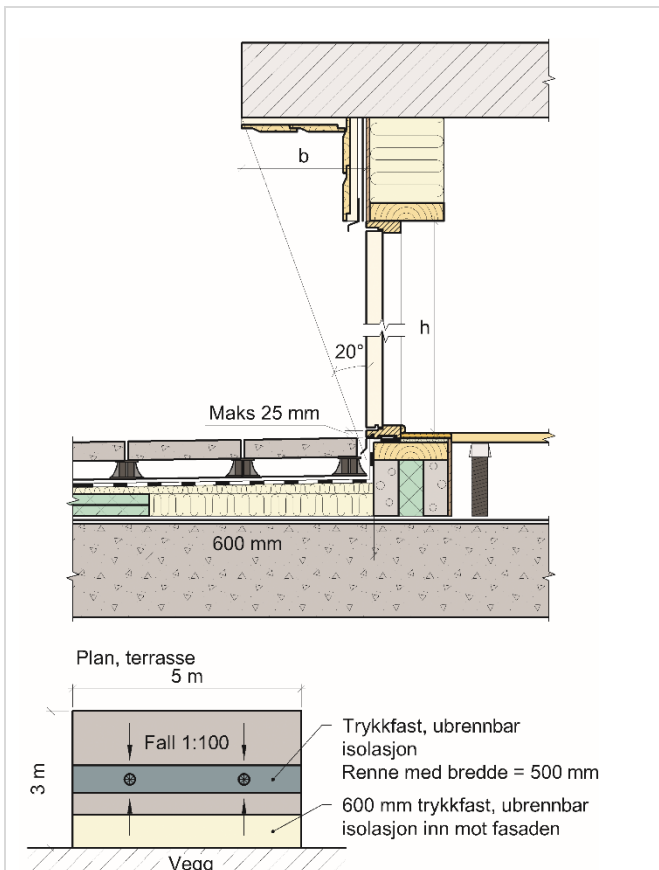

Fig. 5
8. I tilfeller der tak- eller terrassekonstruksjon av betong eller betongelementer har parapet eller tilstøtende vegger/fasader av eller med brennbare materialer som ikke er beskyttet med ubrennbare plater, må VIP-isolasjonen byttes ut med trykkfast ubrennbar isolasjon i bredde 600 mm ut fra veggen, se fig. 5. På terrasser for én boenhet/bruksenhet i bygning med flere brannceller er det tilstrekkelig å bytte ut med ubrennbar isolasjon i 300 mm bredde langs veggen.